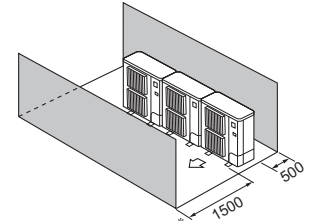

Fig. 3-14
- ④ Yalnızca öndeki ve arkadaki engeller (Fig. 3-14)